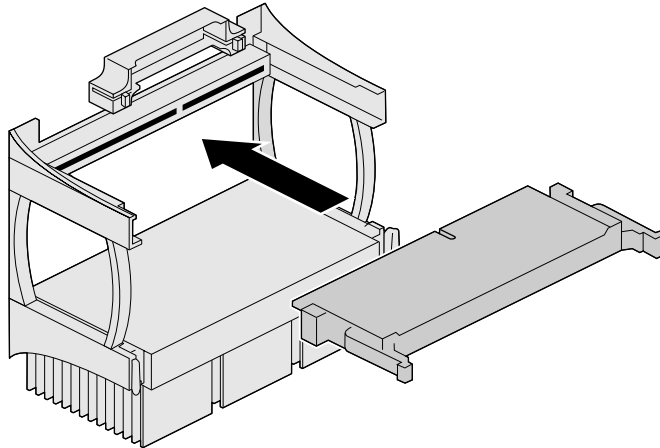

Abbildung 6-11 Installieren eines Prozessor-Terminators
9. Wenn Sie einen Prozessor aus dem oberen Steckplatz entfernt haben und diesen nicht ersetzen möchten, installieren Sie den Prozessor-Terminator wie in Abbildung 6-11 gezeigt.